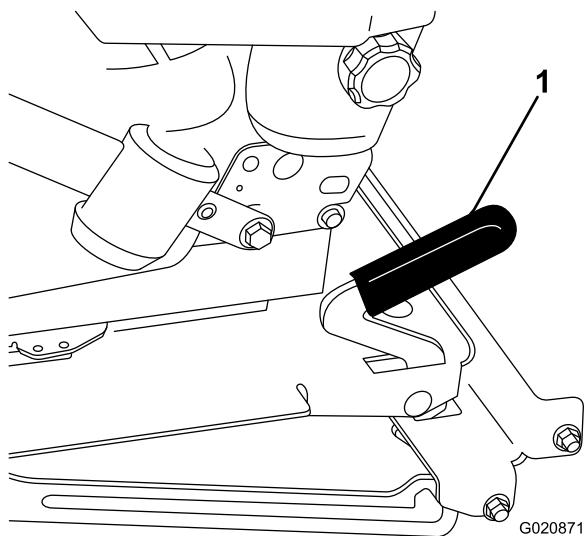

Рисунок 33
2. Потяните фиксатор сиденья вперед и поднимите вверх, чтобы разблокировать сиденье (Рисунок 33).